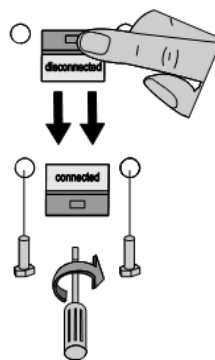

Abbildung 3. Verbindung des internen Batterieanschlusses
3. Verschieben Sie den Batterieanschluss, damit Sie **Verbunden / Connected** lesen können (siehe Abbildung 3).